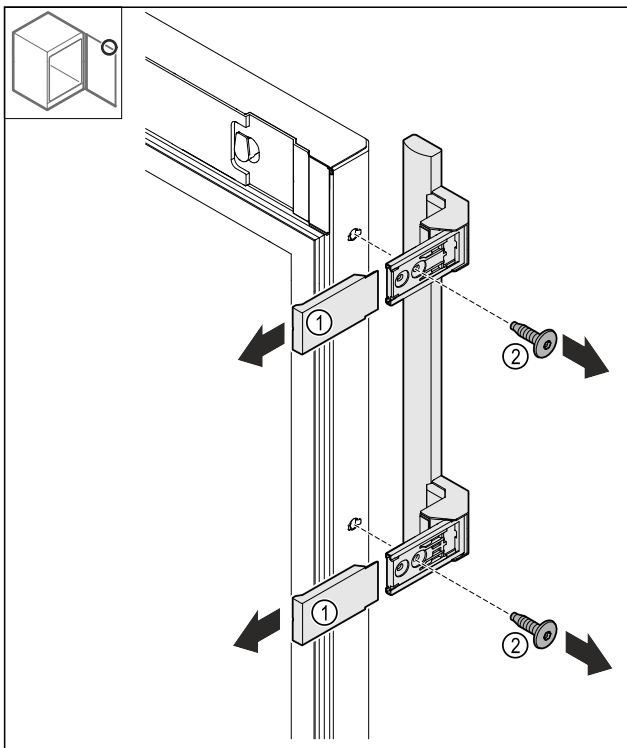

Fig. 25
- ▶ Stáhněte kryty Fig. 25 (1).
- ▶ Povolte šrouby Fig. 25 (2).